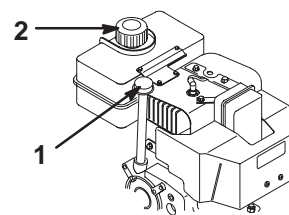

Figure 16
- Nettoyez la surface autour de la jauge (Fig. 16).
- Dévissez le bouchon et sortez la jauge (Fig. 16).
1. Nettoyez la surface autour du bouchon du réservoir de carburant (Fig. 16).